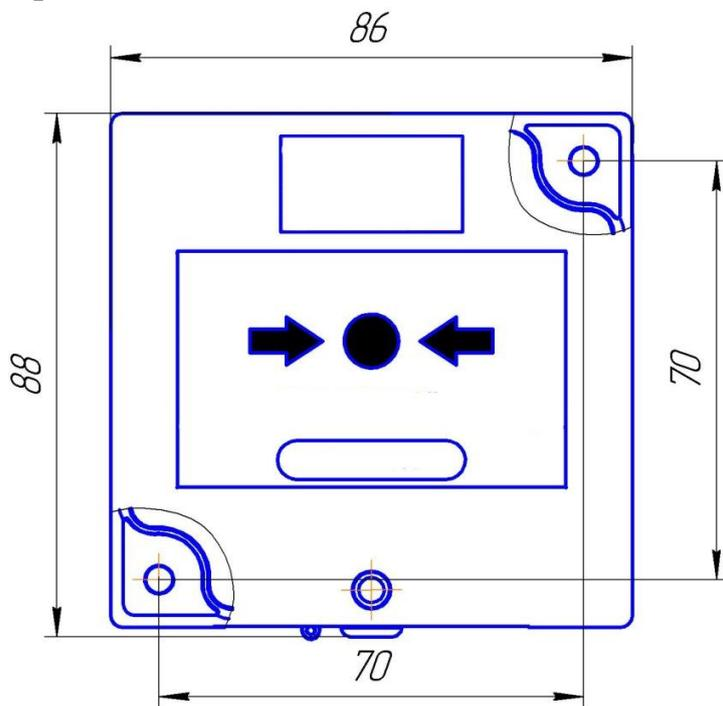
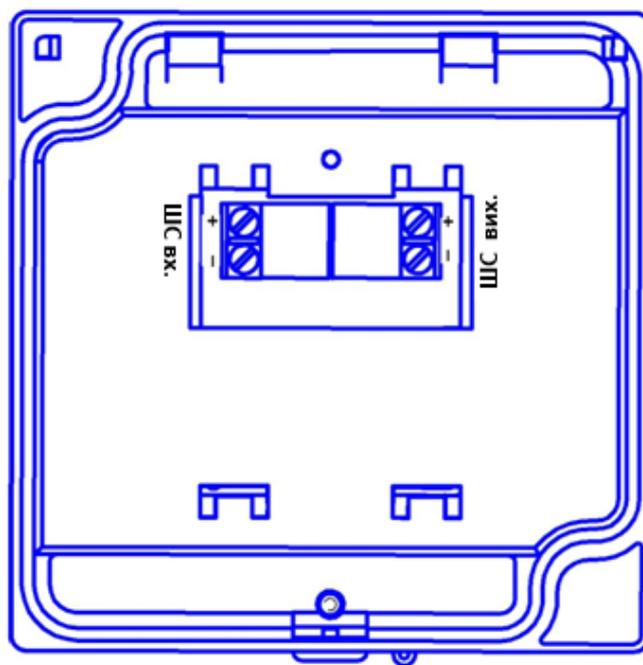
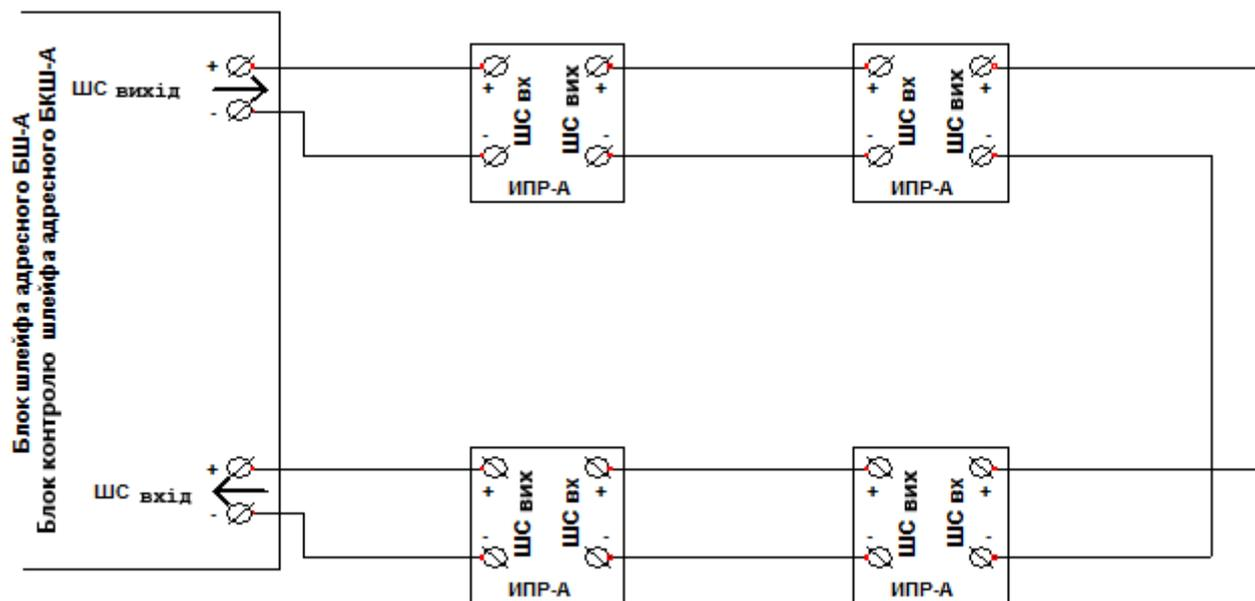
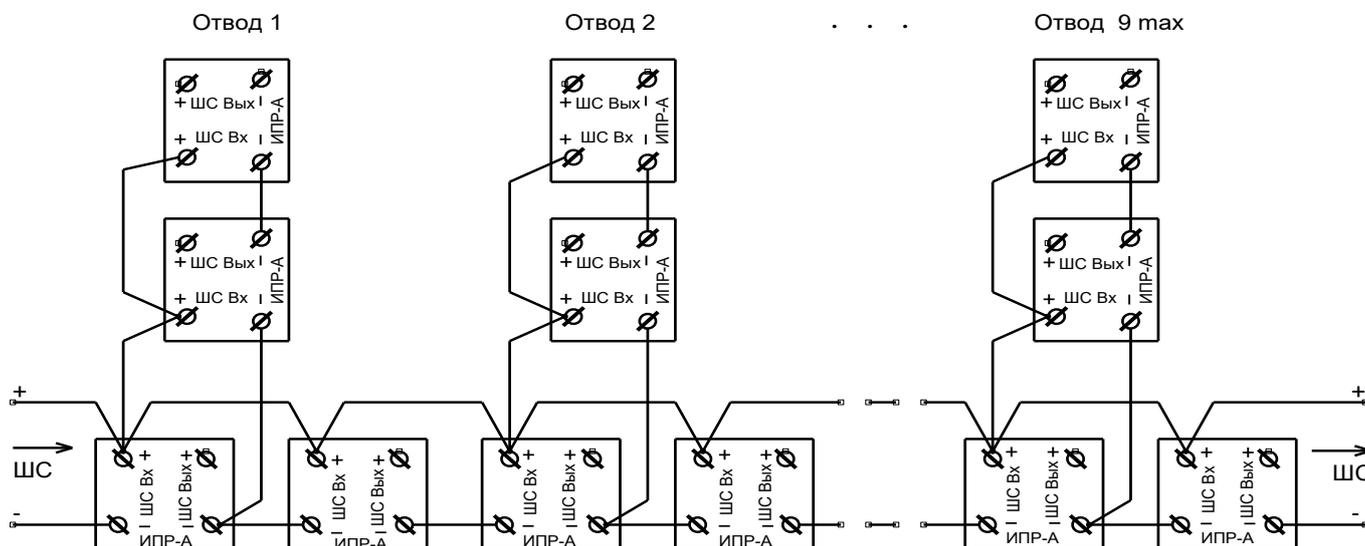

Рисунок 2– Габаритні та установочні розміри сповіщувача ИПР-А без захисної кришки
Рисунок 3– Загальний вигляд і розташування контактів на блоці ИПР-А
Рисунок 4– Схема включення сповіщувачів
Рисунок 5– Схема підключення сповіщувачів з відводами.
4.3 Габаритні та установочні розміри сповіщувача ИПР-А наведені на рис. 2, розміщення клем - на рис. 3.
Схема включення сповіщувачів в петлевий адресний шлейф пожежної сигналізації приладу «Варта Адрес» приведена на рис. 4.
Можливе включення сповіщувачів з відводами (дивись рис.5). Допускається виконувати до дев'яти відводів включно, довжина відводів до 2-х метрів, в кожному відводі допускається встановлювати до 2-х сповіщувачів.
- розмітити місця установки дюбелів (дивись рис.2);
- підключити шлейфи до контактних колодок дотримуючись полярності і напрямку ШС згідно з рис. 3 та схем підключення (рис.4, рис.5);